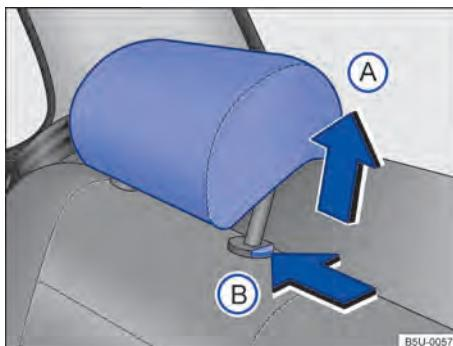

Fig. 60 Apoio para cabeça traseiros: ajustar.
- Empurrar o apoio para cabeça para cima na direção da seta → Fig. 60 A ou com a tecla → Fig. 60 B pressionada, empurrar para baixo →  em *Introdução ao tema* na página 69.